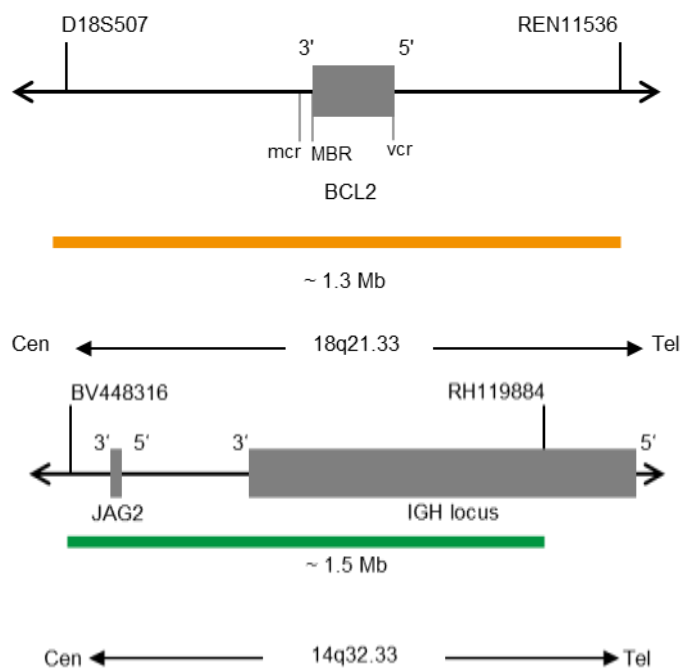

Fig. 1. arriba: mapa de la sonda SPEC BCL2, abajo: mapa de la sonda SPEC IGH (no está a escala)
- Polinucleótidos marcados en naranja (excitación a 547 nm/emisión a 572 nm) ZyOrange (~6 ng/μl), dirigidos a secuencias localizadas en 18q21.33* (chr18:60,180,078-61,507,691), que alberga la región del gen BCL2 (ver Fig. 1).
- Polinucleótidos marcados en verde (excitación a 503 nm/emisión a 528 nm) ZyGreen (~12 ng/μl), dirigidos a secuencias localizadas en 14q32.33* (chr14:105,462,169-106,995,000), que alberga el locus IGH (ver Fig. 1).